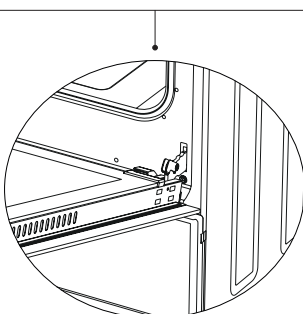

Figure 15.2
2. Ouvrez la charnière le plus possible, comme le montre la Figure 15.2. Placez les deux charnières reliant le four à la porte dans la même position.